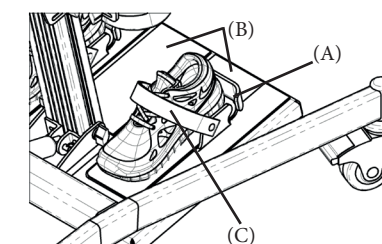

Fig. 10.2.8
Les supports de pied (A) sont fixés par des bandes auto-agrippantes (B) leur permettant ainsi d'être déplacés à la position idéale pour l'utilisateur. Une fois positionné, détacher la sangle auto-agrippante (C) puis glisser le pied à l'intérieur du support de pied (A). Fixer le pied à l'aide de la sangle auto-agrippante (C) en la rabattant sur le dessus du pied près de la cheville (Fig. 10.2.8).